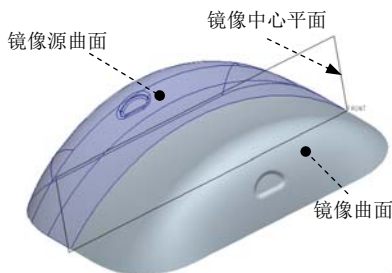

图 4.6.21 创建镜像曲面
Step13. 创建图 4.6.21 所示的镜像曲面并将其合并。
(1) 选取图 4.6.21 所示的镜像源曲面后，单击 **模型** 功能选项卡 **编辑** 区域中的 **镜像** 按钮，然后选取 FRONT 基准平面作为镜像平面，单击操控板中的  按钮。